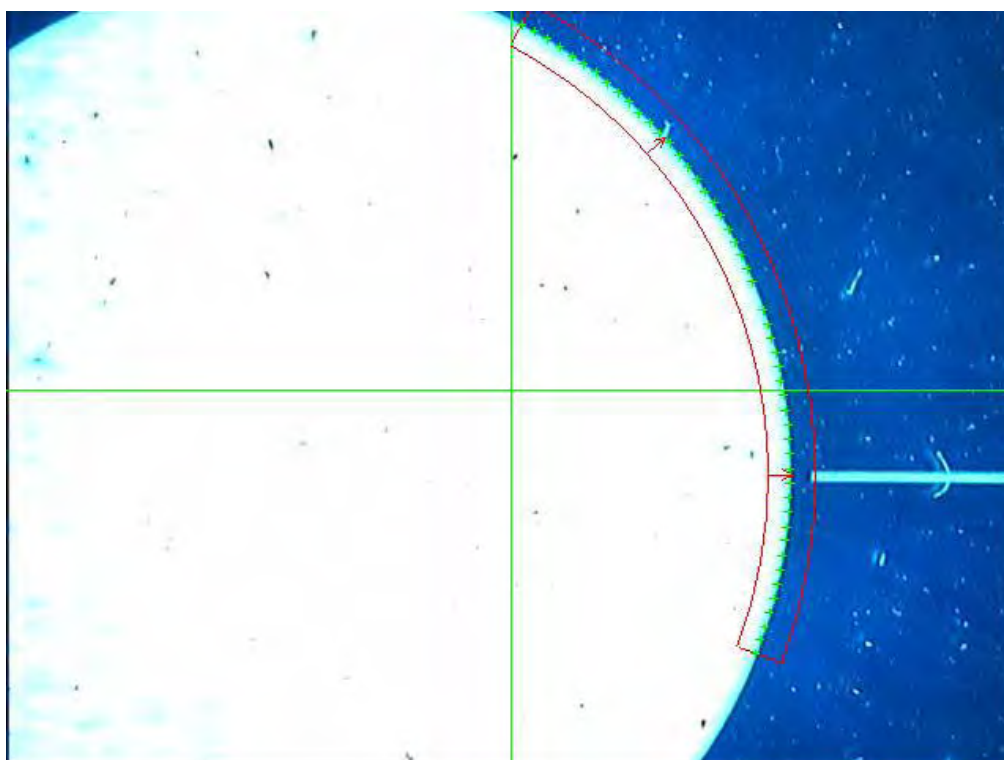

Figure 3-22
- IV. Mesurer les arcs suivants. (Figure 3-22)